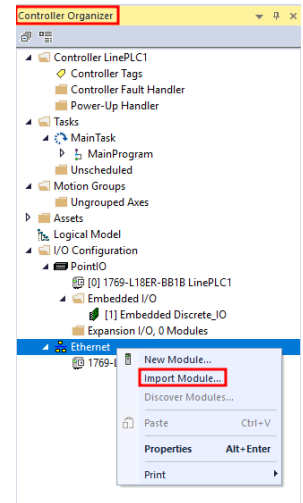

Figure 27: Import Module from Controller Organizer Ethernet Tree
8. 打开“控制器组织器”，图 27。
10. 从列表中选择“导入模块”，见图 27。